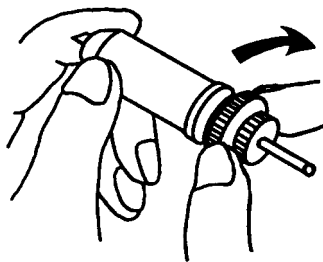

Рис. 2-13
3. После установки нужного выступа ножа затяните **контргайку** (см. рис. 2-13).